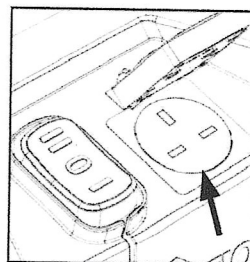

FIG. 1
- Conectați stecherul unelei electrice la priză aspiratorului. (Fig. 1)